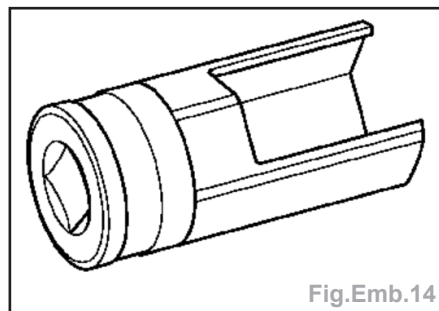

Fig.Emb.14
- Déposer dans le compartiment moteur l'émetteur du tablier en le tournant d'un quart de tour dans le sens horaire (fixation de type baïonnette) à l'aide de l'outil (Emb. 1596) (Fig.Emb.14).